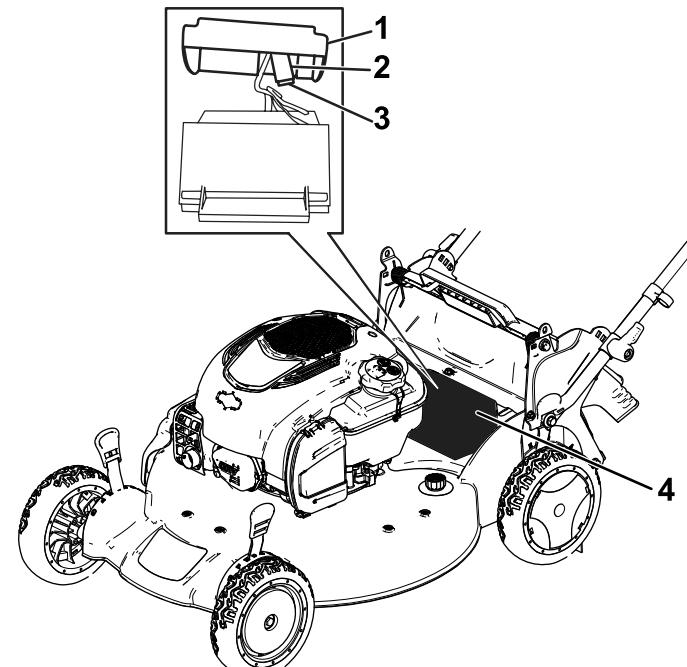

Рисунок 36
- Снимите крышку аккумуляторного отсека (Рисунок 36).
- Выньте аккумуляторную батарею и найдите предохранитель (Рисунок 36).
- Замените плавкий предохранитель в держателе (Рисунок 36).
- Установите крышку поверх аккумуляторного отсека (Рисунок 36).